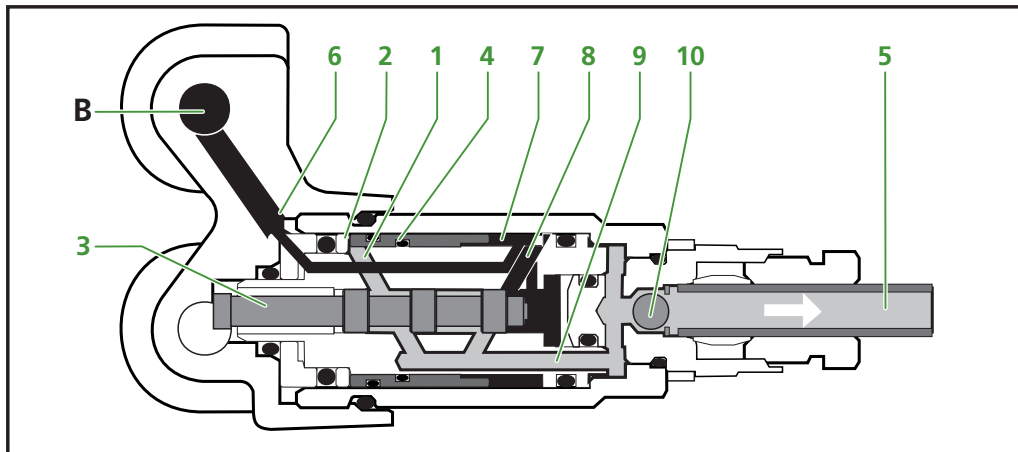

Abbildung 2.10 Dritte phase
In dieser Phase geschieht dasselbe wie in Phase 2. Die Kammer (Abbildung 2.10/7) wird dennoch jetzt mit Fett gefüllt. Der Kolben (4) wird nach rechts gedrückt, wenn die Kammer (2) gefüllt wird. Das gesamte Fett aus der Kammer (Abbildung 2.10/7) wird durch den Kanal (8), den Kolben (3) und den Kanal (9) und die sekundäre Fettleitung (5) zu den Schmierstellen gepresst. Die Kugel (10) im Rückschlagventil wird zurückgedrückt der Weg zu der sekundären Fettleitung wird frei.